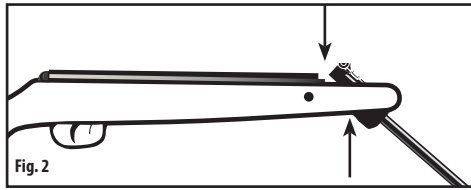

Fig. 2
PUNTOS DE PELLIZCO (Fig. 2)
- Tenga cuidado de no pellizcarse la mano o los dedos en el área de la bisagra del rifle de aire (Fig. 2).